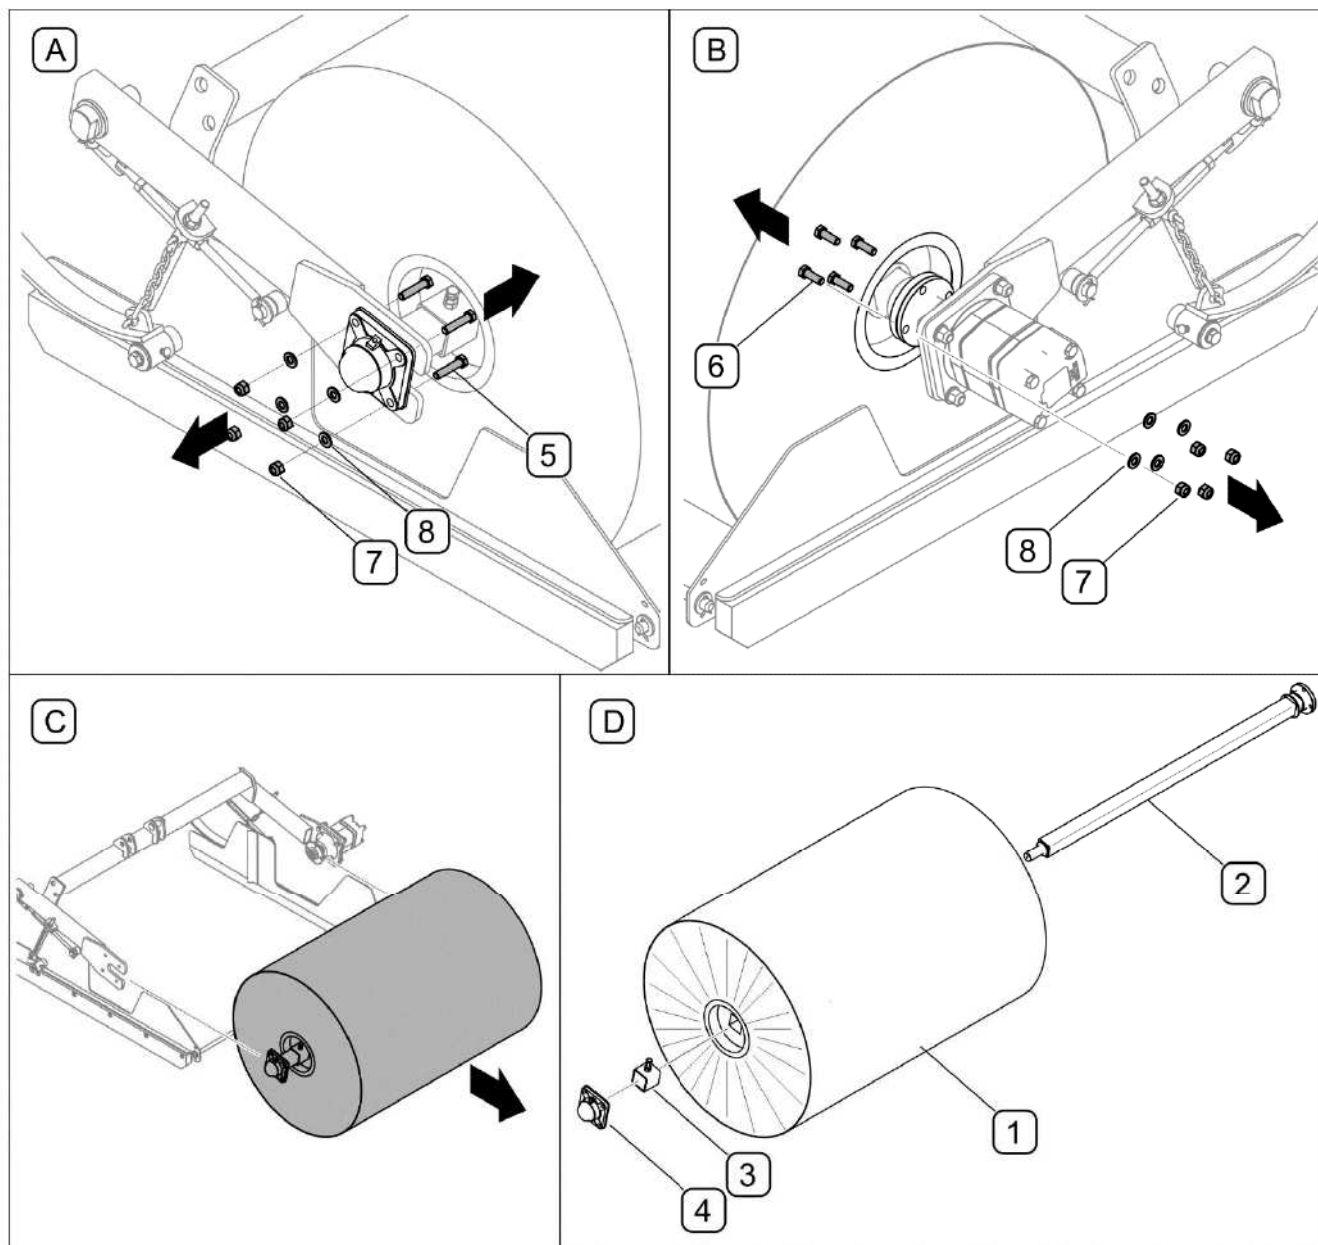

РИСУНОК 5.11 Замена вальцовой щетки
Необходимо регулярно контролировать техническое состояние вальцовой щетки (РИСУНОК 5.11). Чрезмерно изношенную щетку необходимо заменить.
- Отвинтить с левой стороны щетки и вынуть болты (5), крепящие подшипник к кронштейну щетки (А, РИСУНОК 5.11)
- Отвинтить с правой стороны щетки и вынуть болты (6), крепящие ось щетки к гидравлическому двигателю (В, РИСУНОК 5.11)
- Снять щетку с кронштейна (С) в направлении назад РИСУНОК 5.11
- Снять корпус подшипника с подшипником (4), отвинтить и снять блокировку (3), а затем вынуть ось (2) из щетки (D, РИСУНОК 5.11). Вставить новую щетку и смонтировать все в целое в обратной очередности